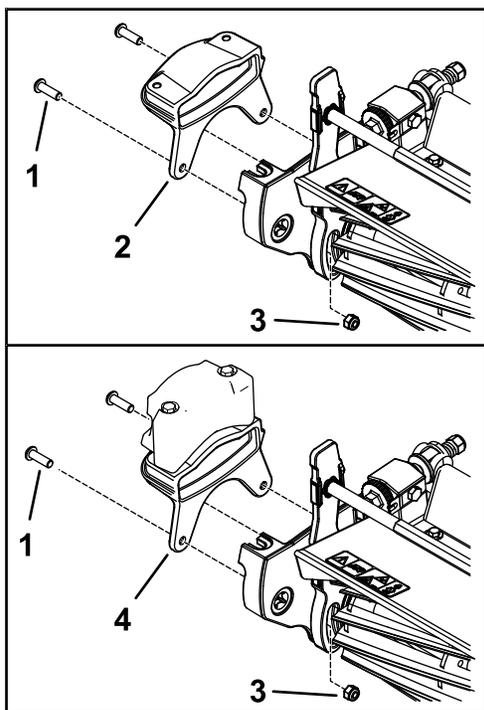

图 9
1. 如 图 9 所示用 2 个螺栓 $\frac{5}{16}$ 英寸和 2 个螺母 $\frac{5}{16}$ 英寸将新配重块固定到滚刀组侧面。